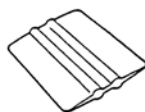

Рис. 4
1. Пластиковый аппликатор РА-1 (синий или золотистый) – имеется в продаже в Отделе коммерческой графики или в Отделе материалов для организации движения компании 3М Россия. (рис. 4)
3. Пластиковым аппликатором РА-1 (рис. 4) с надетым защитным конвертом SA-1 (рис. 5) прижмите пленку к поверхности многократными перекрывающими движениями. Убедитесь в том, что края пленки надежно приклеились к поверхности.